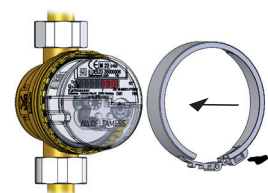

Bild 12 (Verplombung Aufputz)
- Öffnen Sie den Plombenring leicht, legen Sie ihn über den Kopfring und verschließen Sie ihn (Bild 12). Drücken Sie die Benutzerplombe fest in die dafür vorgesehene Öffnung.